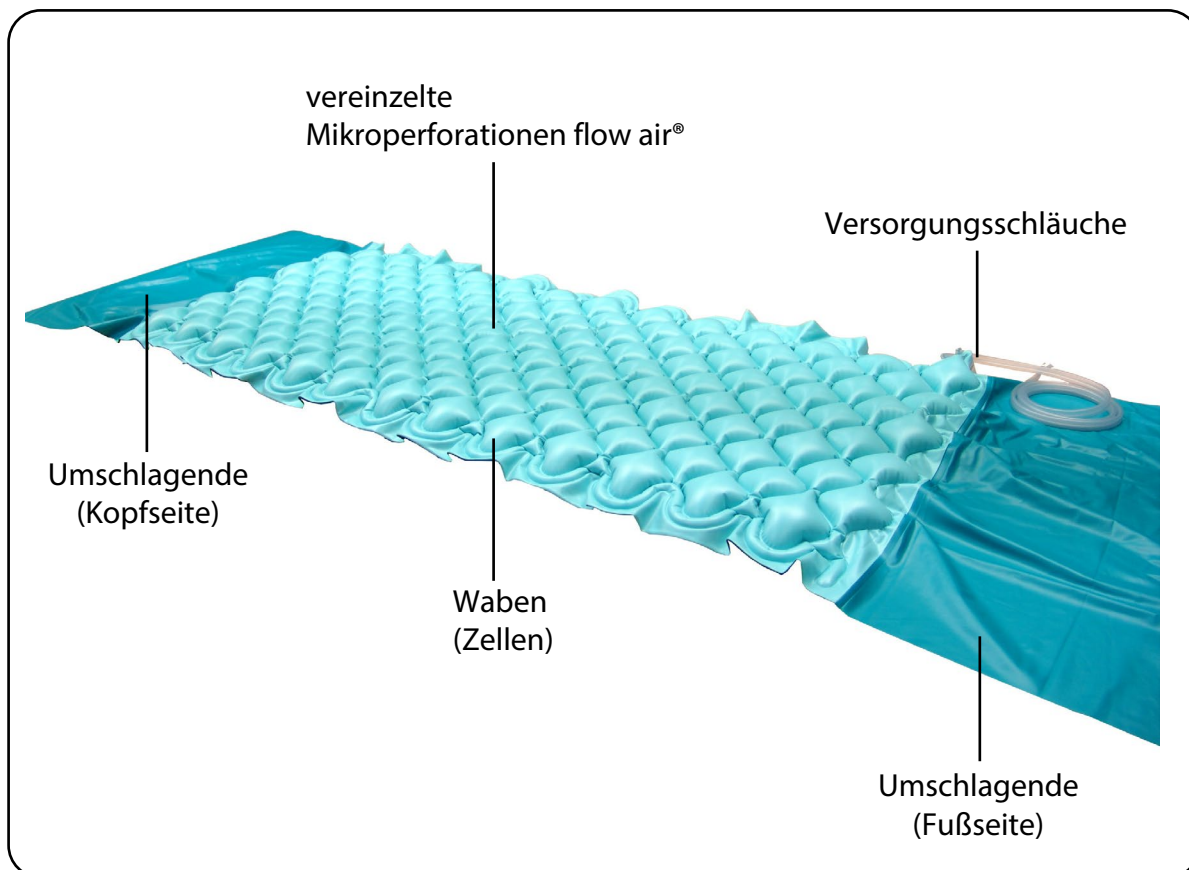

Abb. 5.03 - Kleinzellige Wechseldruckmatratze Oberseite
Die Befestigung der Wechseldruckmatratze an der Standardschaumstoffmatratze oder der Schaumstoffunterlage wird durch Umschlagenden, die sich an Kopf- und Fußseite der Wechseldruckmatratze befinden, gewährleistet (Abb. 5.03).
7. Befestigen Sie die Wechsellagermatratze, indem Sie beide Umschlagenden an Kopf- und Fußseite (Abb. 5.03) unter die Standardschaumstoffmatratze oder die Matratzenunterlage einschlagen. Das Fixieren der Wechsellagermatratze ist nötig, um ein Herausrutschen zu verhindern. Bei Betten mit verstellbarer Liegefläche müssen sich alle Bewegungsfunktionen des Bettes ausführen lassen, ohne die Wechsellagermatratze zu beschädigen. Die Versorgungsschläuche der Wechsellagermatratze müssen so platziert werden, dass sie nicht geknickt, gequetscht oder verdreht werden.